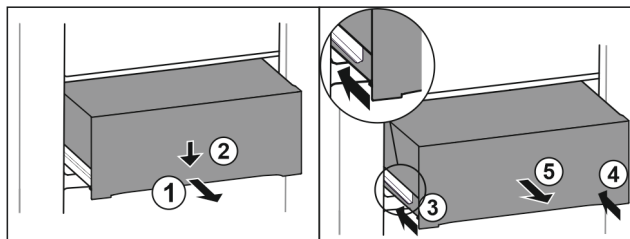

Fig. 119
- ▶ Extraiga el cajón hasta la mitad. Fig. 119 (1)
- ▶ Presionar hacia abajo el cajón de la parte delantera. Fig. 119 (2)
- ▶ Introducir el carril izquierdo unos 2 cm. Fig. 119 (3)
- ▶ Introducir el carril derecho unos 2 cm. Fig. 119 (4)
- ▶ Extraiga el cajón hacia delante. Fig. 119 (5)